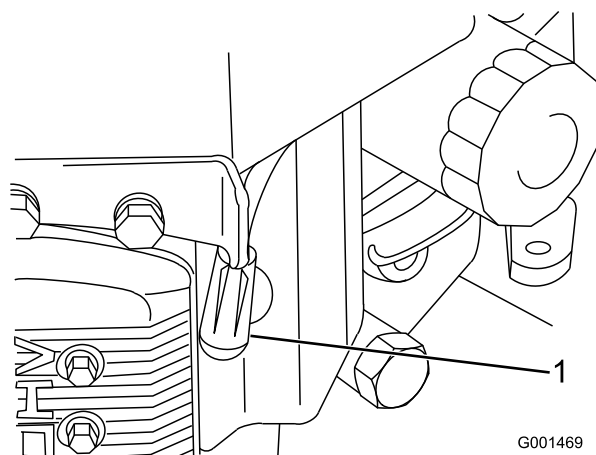

Figure 26
3. Débranchez les bougies (Figure 26).